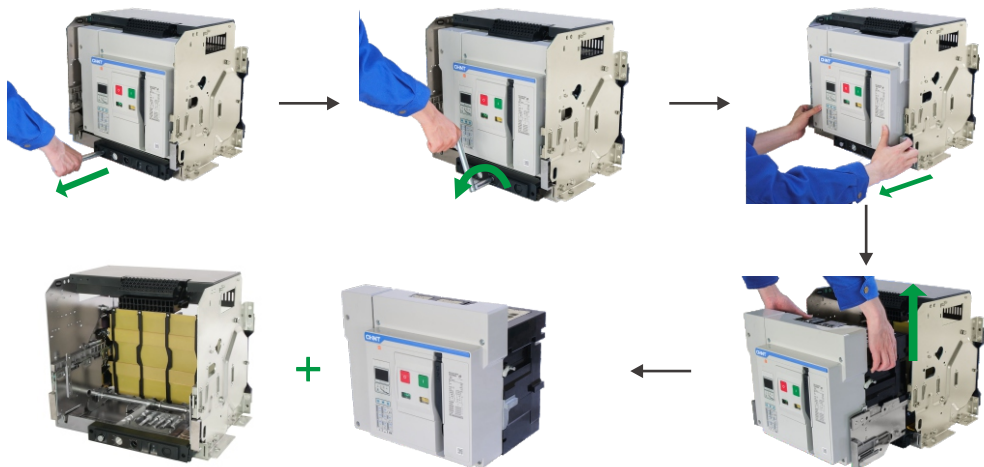

图36 取出断路器本体操作
7.2.1 将断路器本体从抽屉座中取出(图36)：抽出手柄；并将手柄六角头完全插入抽屉座手柄孔内，逆时针转动手柄，将断路器本体从“连接”位置移动至“分离”位置；将手柄拔出后，按图示拉出断路器本体(NXA16/NE型先按下按钮)，本体向外拉出，注意拉出断路器本体时，由于重心前移，要注意防止断路器倾倒及跌落；将断路器本体从抽屉内取出，然后将抽出导轨推回原处。